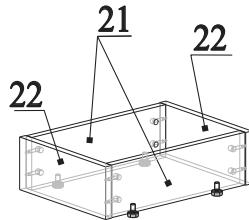

Рис.16
41. Соединить детали 21 и 22, затянуть эксцентрики по часовой стрелке до упора (рис.16) (при заказе деталей 21 и 22 из искусственного камня они поставляются в сборе);